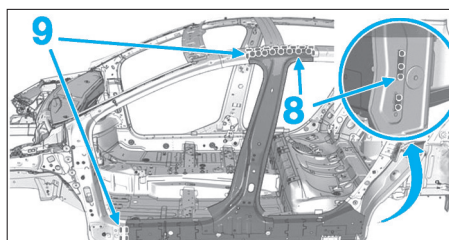

FIG. 87
- 8 cordons MAG de 35 mm (8) (Fig.87) en partie supérieure,